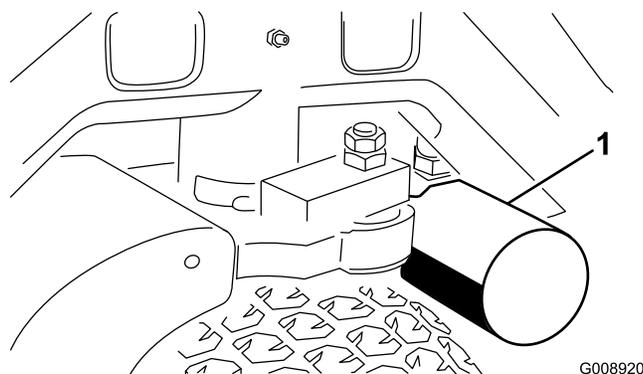
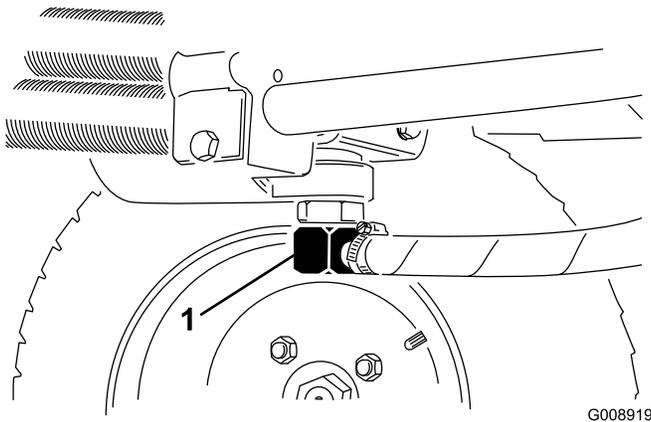

Figure 55
Figure 56
3. Nettoyez la zone autour de la surface de montage du filtre. Placez un bac de vidange sous le filtre (Figure 55) et enlevez le filtre.
2. Débranchez la conduite hydraulique (Figure 56) ou enlevez le filtre hydraulique (Figure 55) et laissez couler l'huile dans un bac de vidange. Rebranchez la conduite hydraulique quand la vidange est terminée.